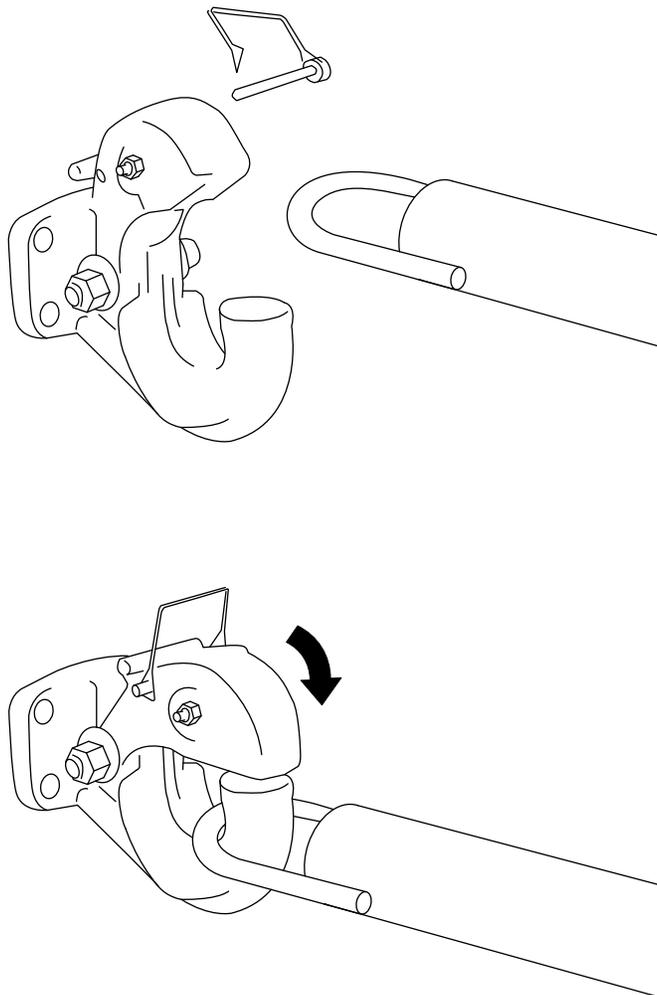

Figure 19
- Retirez la goupille de l'œillet d'attelage et ouvrez-le (Figure 19).
- Placez l'anneau de la barre de remorquage sur le crochet de l'œillet d'attelage (Figure 19).
- Fermez le haut de l'œillet d'attelage et fixez-le avec la goupille (Figure 19).